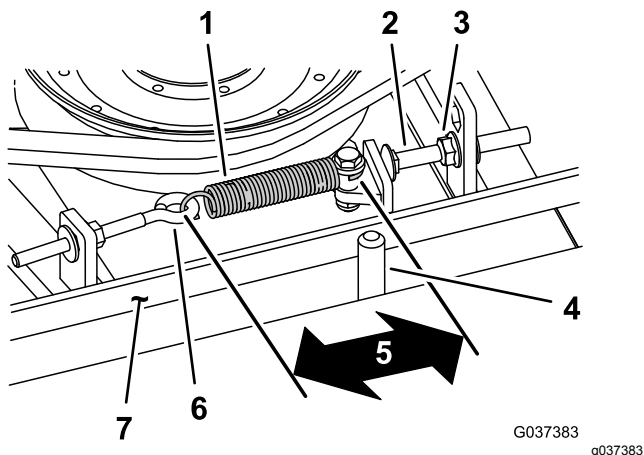

Figura 113
Quando la tensione è corretta, la misura interna della molla di prolunga (da gancio a gancio) deve essere circa 8,3 cm - 9,5 cm. Quando la tensione della molla è giusta, regolate il bullone di arresto (bullone a testa tonda) fino ad ottenere un gioco di 2-5 mm tra la testa del bullone ed il braccio di rinvio (Figura 113).
Nota: Verificate che la cinghia si trovi dal lato molla del guidacinghia (Figura 113).
- Allentate il bullone ad occhio (Figura 113).
- Allentate il dado flangiato che fissa il bullone di arresto all'aletta di montaggio e spostate la puleggia tendicinghia via dalla cinghia (Figura 113).
- Collegate la molla di prolunga (Figura 113) al bullone ad occhio e tendete la cinghia come segue: